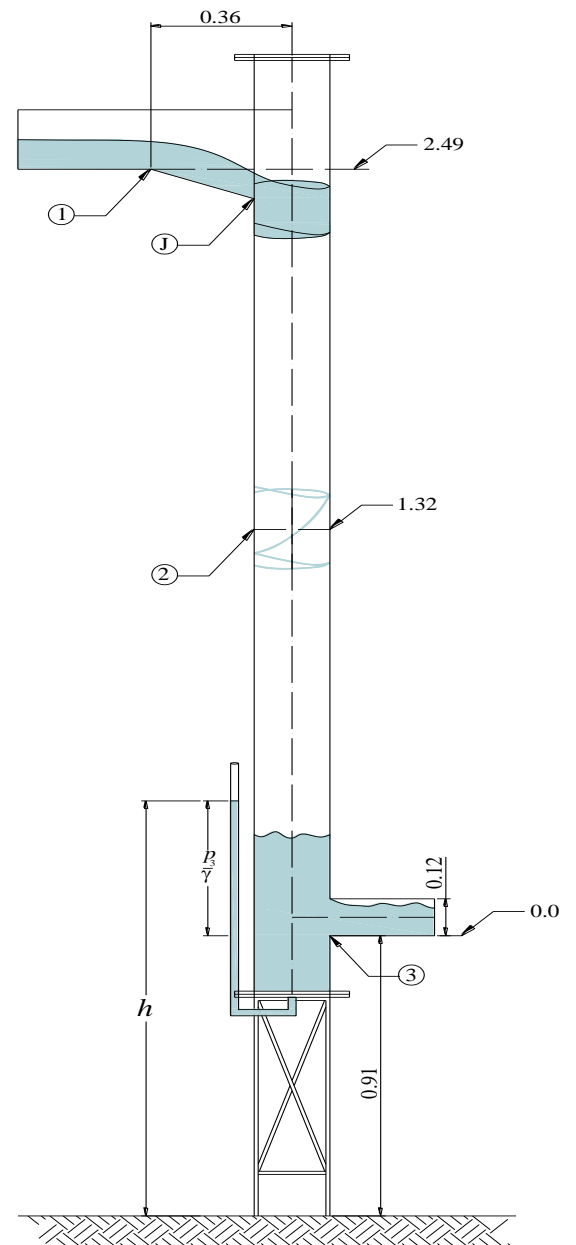

Figura 2. Estructura de alta caída.
- Las alturas h_1, h_2 y h_3 en los piezómetros de la sección 3 medidos desde el nivel del piso. figura 2.